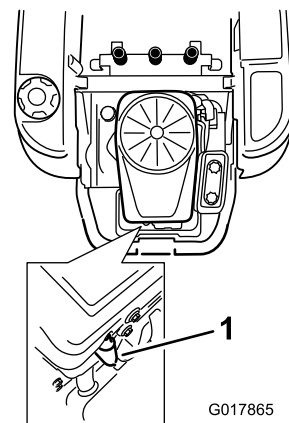

Figure 33
3. Débranchez la bougie (Figure 33).